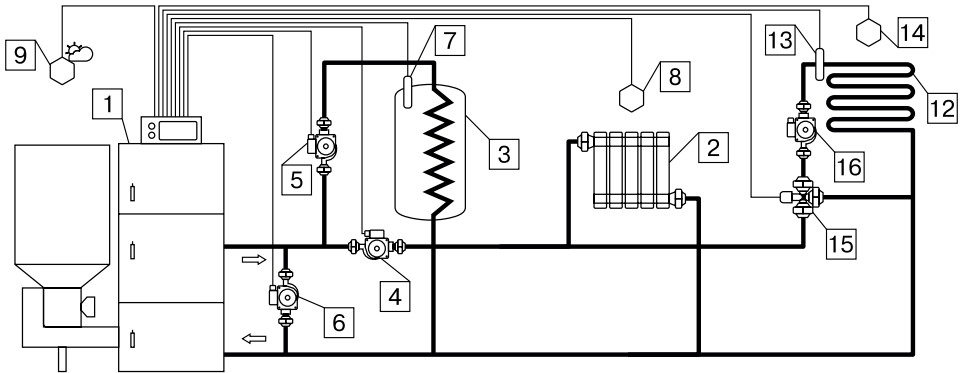

Рис.9. Упрощенная схема подключения котла с узлом рециркуляции.
7.6. Монтаж котла производится в соответствии с принятым вариантом схемы отопления. Упрощенные примеры схем подключения котла приведены на Рис.9; 10.